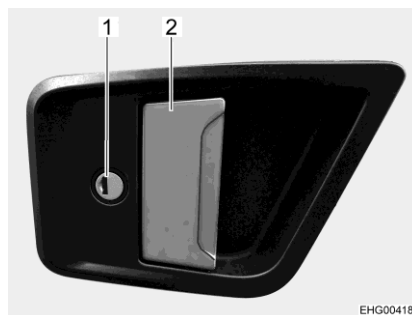

Fig. 40 Serratura della porta (porta di ingresso, lato esterno)
- Inserire la chiave nel cilindro della serratura (Fig. 40,1) e ruotare fino a quando la serratura della porta si sblocca.
- Tirare la maniglia della porta (Fig. 40,2). La porta è aperta.
- Inserire la chiave nel cilindro della serratura (Fig. 40,1) e ruotare fino a quando la serratura della porta si blocca.